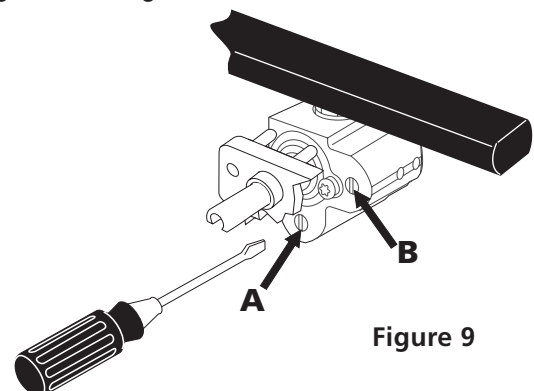

Figure 9
10.5 Réglage de la position «LOW» du robinet de brûleur à valve double (Fig. 9)